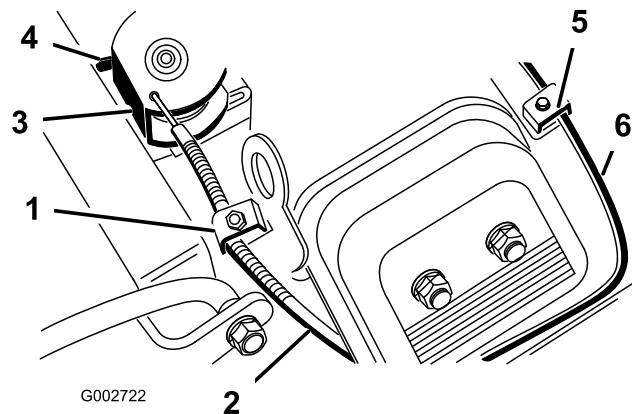

図 28
2. スロットル・ケーブルをエンジンに固定しているクランプのネジをゆるめる（図 28）。
4. スロットル・ケーブルを十分に引いて、スイベルの後部をストップに接触させる（図 28）。
4. チョーク・ケーブル（図 28）を十分に引いてチョークを完全に閉じ、その位置でクランプのネジを締める。